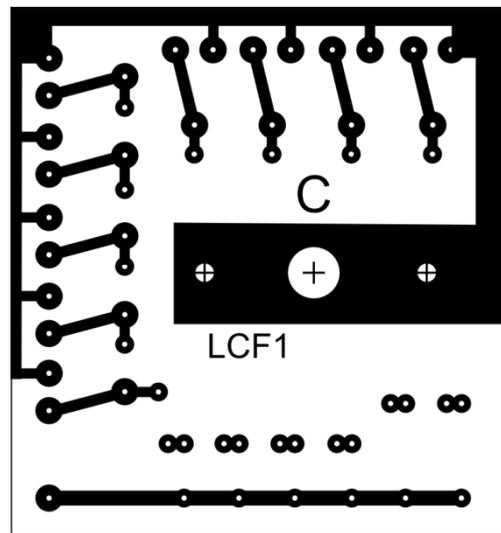

Fig. 8 – Circuit Imprimé C.
- c) Le CI. **C** (figure 8). il est monté sur le commutateur de gammes et porte les résistances ajustables R1 et les condensateurs C1.